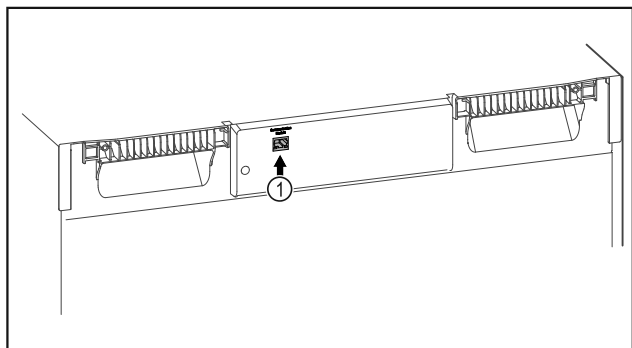

Fig. 114
- SmartModule Fig. 114 (1) on otettu käyttöön.